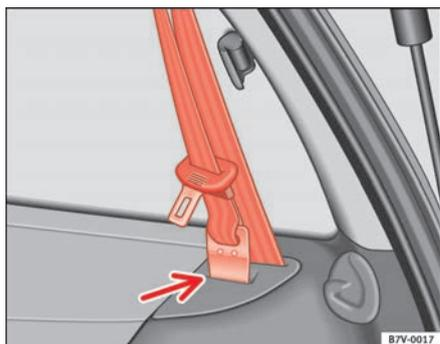

Fig. 19 Alojamiento del cinturón de seguridad desenganchado
- Lleve el cinturón de seguridad, sujetándolo por el mosquetón, hacia arriba y engánchelo en el soporte ⇒ fig. 19 -flecha- del revestimiento lateral.